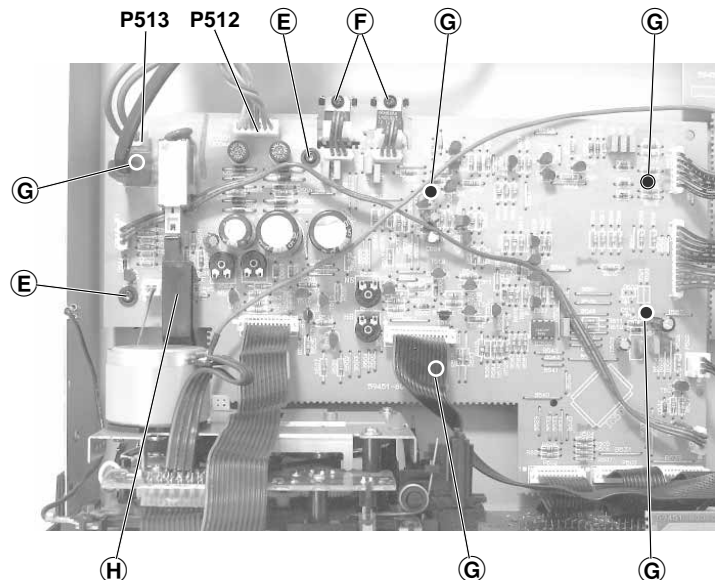

Fig. 3
- Steckverbindungen P 512 und P 513 abziehen (Fig. 3).
- Unplug the connectors P 512 and P 513 (Fig. 3).
- 2 Schrauben ⑤ und 2 Schrauben ⑥ (Fig. 3) herausdrehen.
- 5 Plattenhalter ③ (Fig. 3) austrasten.
- Netzschalter in Stellung "Aus" bringen und danach den Netzschalterstößel ④ (Fig. 3) abziehen.
- Netzschalter in Stellung "Aus" bringen und danach den Netzschalterstößel ④ (Fig. 3) abziehen (Fig. 3).
- Undo 2 screws ⑤ and 2 screws ⑥ (Fig. 3).
- Unhook the 5 board holders ③ (Fig. 3).
- Set the power switch to "Off", then disengage the push-rod ④ of the power switch (Fig. 3).